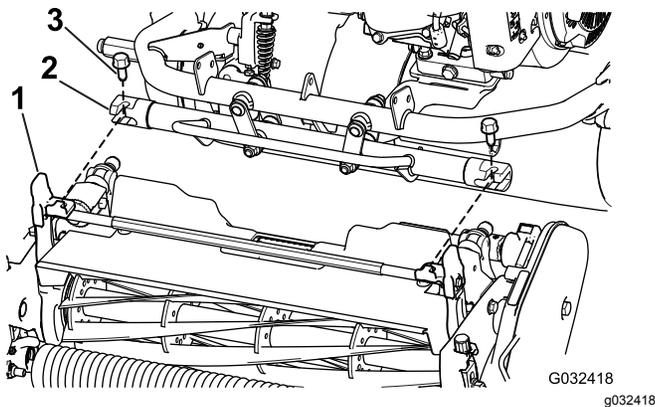

図 7
4. マシンのフレームを前進させて、カッティングユニットのピボットアームに接続する 図 7。
5. マシンのフレームをカッティングユニットのピボットアームに固定するボルト  $\frac{3}{8} \times \frac{3}{4}$ " 2 本を使用する 図 7。